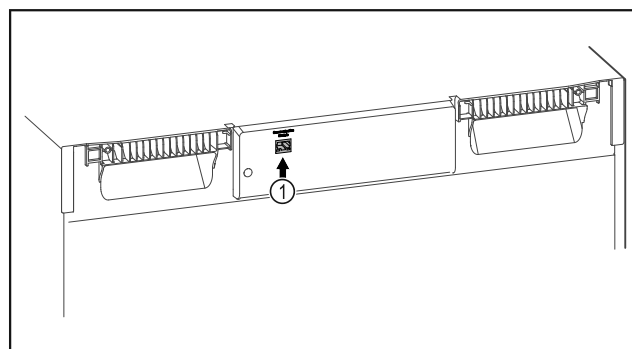

Fig. 114
- SmartModule Fig. 114 (1) is geplaatst.